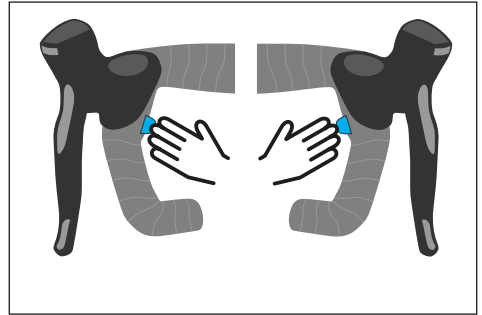

Fig. 4: De ondersteuningsmodus selecteren met de HPR Single Button Remote
- Druk **kort** op de rechterknop van de HPR Single Button Remote (zie Fig. 4) of op de optionele knop van een elektronische versnellingspook (zie "3.8.2 Schakelen" & "3.8.3 Actieradius") om de ondersteuningsstand te verhogen.
- Druk **kort** op de linkerknop van de HPR Single Button Remote (zie Fig. 4) of op de optionele knop van een elektronische versnellingspook (zie "3.8.2 Schakelen" & "3.8.3 Actieradius") om de ondersteuningsstand te verlagen.